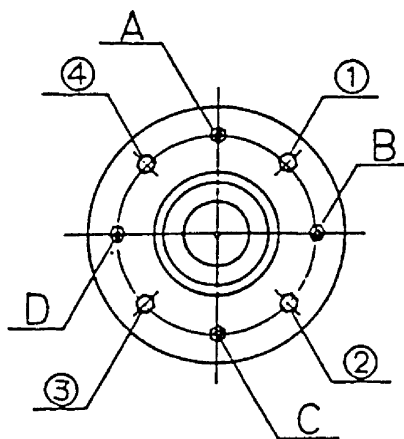

図 9-3
### 9.3.3 ドラムの芯出し調整 (図 9-3)
- ・ 主軸ベアリングケースを止めている取付けボルト及びナット 4 箇所(A～D)と、調整ボルト及びナット 4 箇所(①～④)で調整します。(図 9-3)
- ・ 例えば、ドラムの口金を機械正面より見て右に寄せたい場合、③、④と A,C,D のナットを少し緩め、③、④のボルトをドラムの口金を見ながら締め込みます。
- ・ 調整が終わったら、③、④と A,C,D のナットを締め込みます。
後方へ抜いてください。(図 9-3)